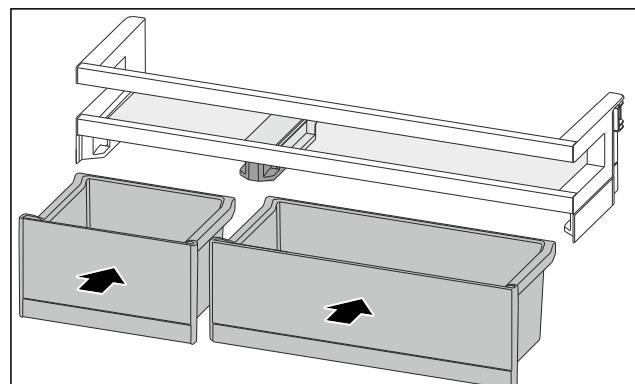

Fig. 95
- Introduceți VarioBox-urile dispuse invers. (vezi Fig. 95)